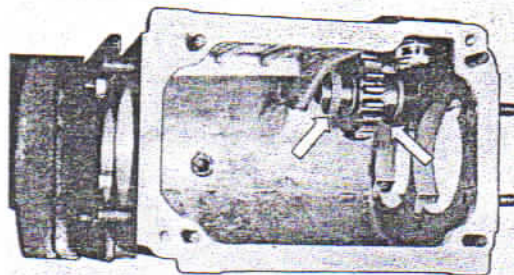
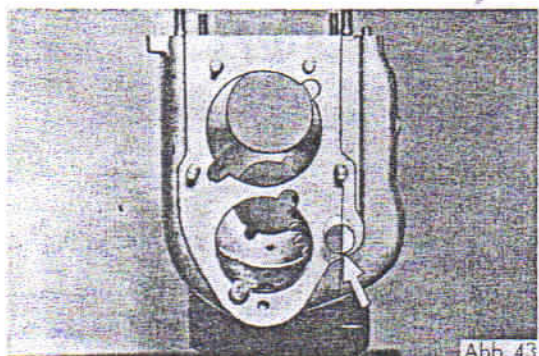

Abb. 42
Abb. 43
34. Rücklaufbolzen in Getriebegehäuse einreiben, dabei Rücklaufrad so aufsetzen, daß Führungsrinne für Gleitstein zur Abtriebsseite hinzeigt. Anlaufscheibe auf Rücklaufbolzen aufsetzen und Bolzen ins Gehäuse treiben (Abb. 42). Stellung des Bolzens beachten, da dieser durch das Tachometergehäuse gegen Verdrehen gesichert wird (Abb. 43).